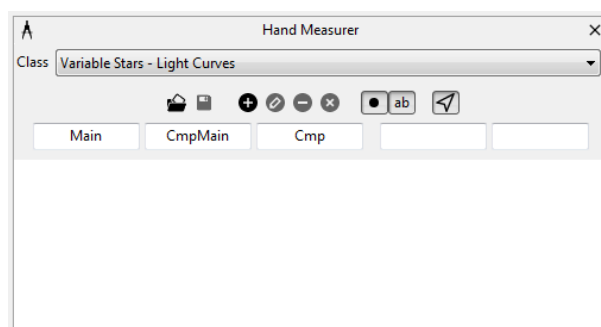

Figure 12. "Hand Measurer" window, «Variable Stars – Light Curves» class
1. Activate «Service» → «Hand Measurer» menu item and select «Variable Stars – Light Curves» class (Figure 12).